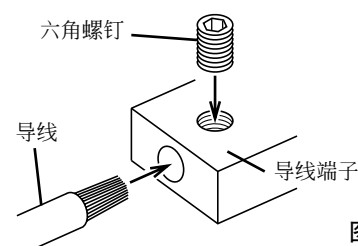

图 5
3. 将附带的螺钉旋入端子。将电线末端的裸露部分插入导线端子。用六角扳手（附带）拧紧六角螺钉以固定导线。（图 5）